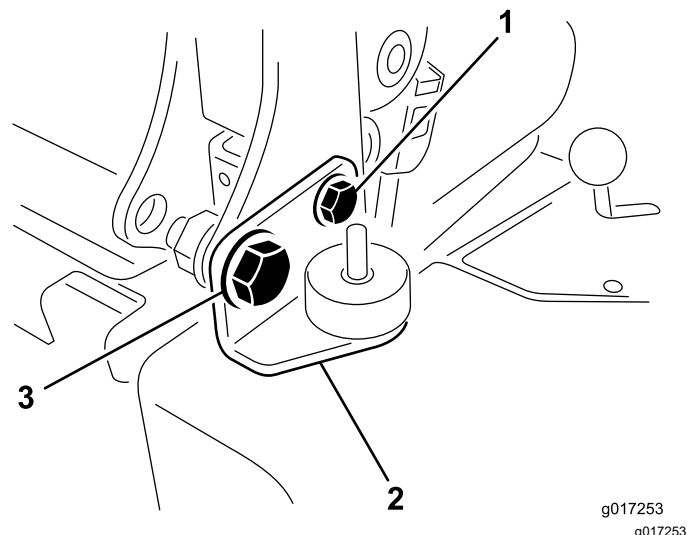

図 5
12. ROPS ピンを内側から差し込んだ状態で、ROPS ピボットボルトを外して廃棄する 図 5。
13. 右後部アイソレータマウントを 図 5 のように向けて図は右側、新しいボルト 1/2 x 4" とワッシャ 1/2" を外側から内側に向けてヘッドの下に取り付ける。
14. ROPS のピンについているリテーナワッシャを外して、これを ROPS の内側に取り付け、ワッシャ 1/2" とロックナット 1/2" で 図 5 のように固定する。
15. アイソレータ後部を、ROPSに取り付ける六角ヘッドボルト $\frac{3}{4} \times 1\frac{3}{4}$ "1本、ワッシャ $\frac{3}{4}$ "、ロックナット $\frac{3}{4}$ "を使用して図 5 のように取り付ける。